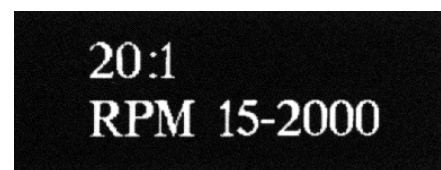

Fig.12
3. Auf der Anzeige erscheint nun ein Programm. Ein Beispiel dafür wird in Abb. 12 gezeigt. Das Beispiel weist Sie darauf hin, daß das Handstück des XO OSSEO SYSTEM nun in dem Übersetzungsverhältnis 20 : 1 betriebsbereit ist und daß die Drehzahl (RPM) des sich im Handstück befindenden Werkzeugs zwischen 15-2000 RPM abgestimmt werden kann.